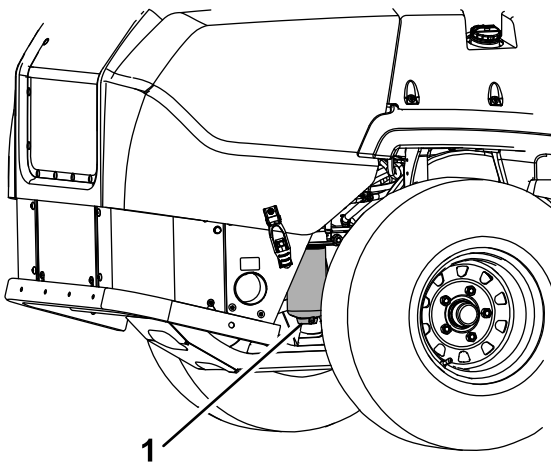

Рисунок 45
4. Відкрийте зливну заглишку на сепараторі води приблизно на 1 оборот, щоб зливались вода та інші забруднювачі (Рисунок 45).